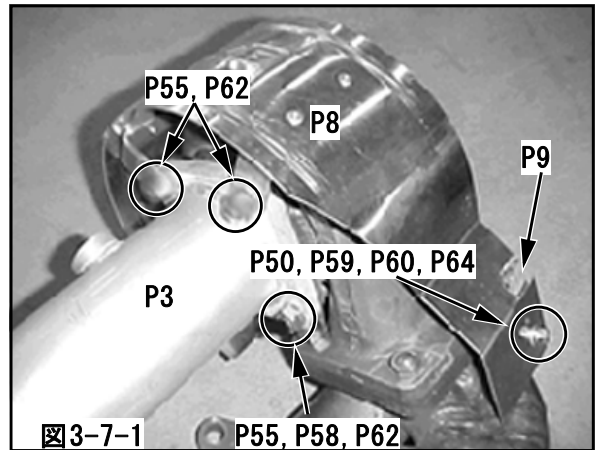
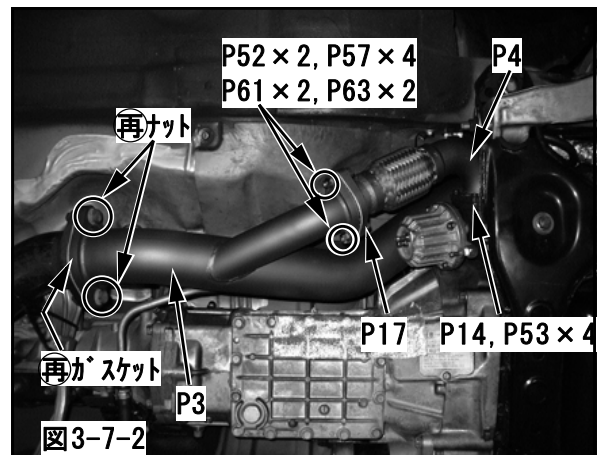

図3-7-1
図3-7-2
フロントパイプを取付ける時、ヒートインシュレータを共締めしてください。(図3-7-1, 図3-7-2)
(図3-7-1)
(4) バイパスパイプを仮付けしてください。(図3-7-2)